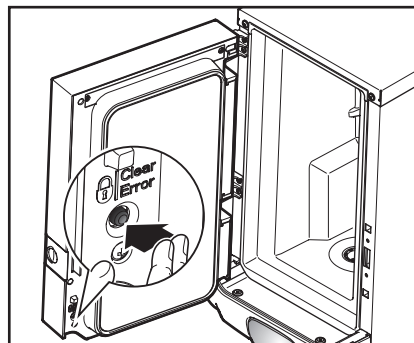

Рис. 22
2. Нажать на кнопку БЛОКИРОВКА/СБРОС ОШИБКИ, чтобы заблокировать отпуск напитков. (Рис. 22)
3...Для разблокировки автомата повторно нажать на кнопку БЛОКИРОВКА/Сброс ошибки, после чего функция отпуска напитков снова включается. (Рис. 22)